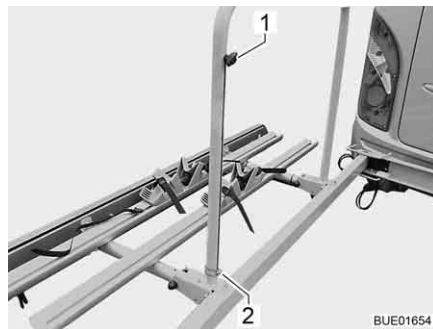

Bild 3 Befestigung der Stütze
- Klappsplint (Bild 3,2) entsichern und herausziehen.
- Knebelschraube (Bild 3,1) lösen.